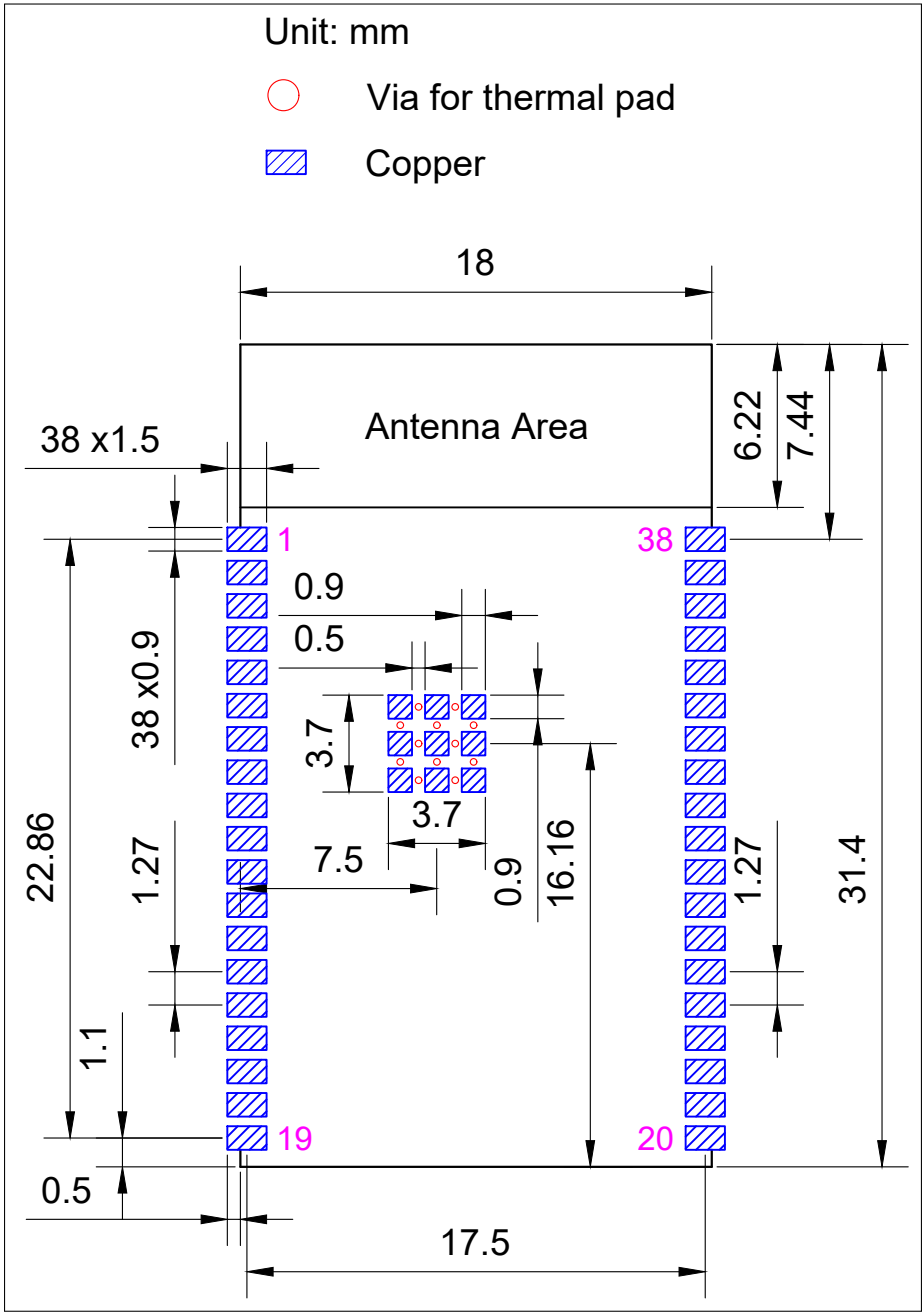

图 11: 推荐 PCB 封装图形
- 推荐 PCB 封装图，标有 PCB 设计所需的全部尺寸。详见图 11 推荐 PCB 封装图形。
- 推荐 PCB 封装图的源文件，用于测量图 11 中未标注的尺寸。您可用 Autodesk Viewer 查看 ESP32-WROVER-B 和 ESP32-WROVER-IB 的封装图源文件。